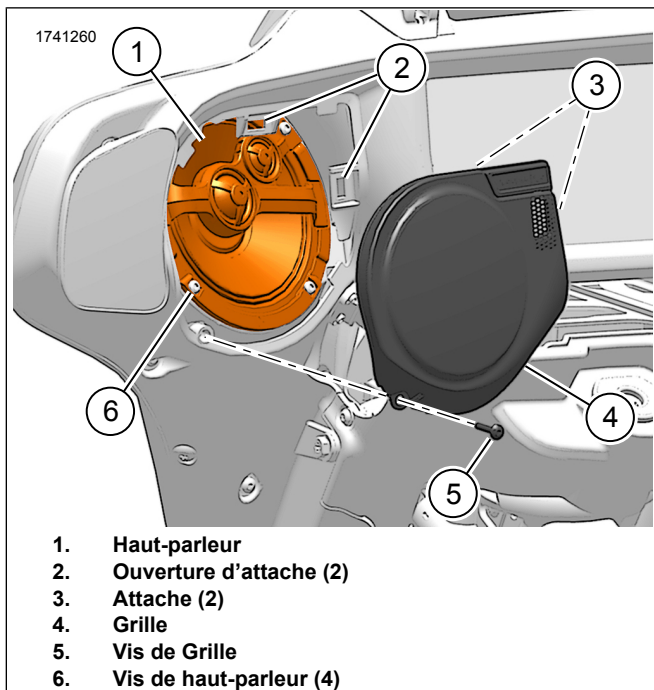
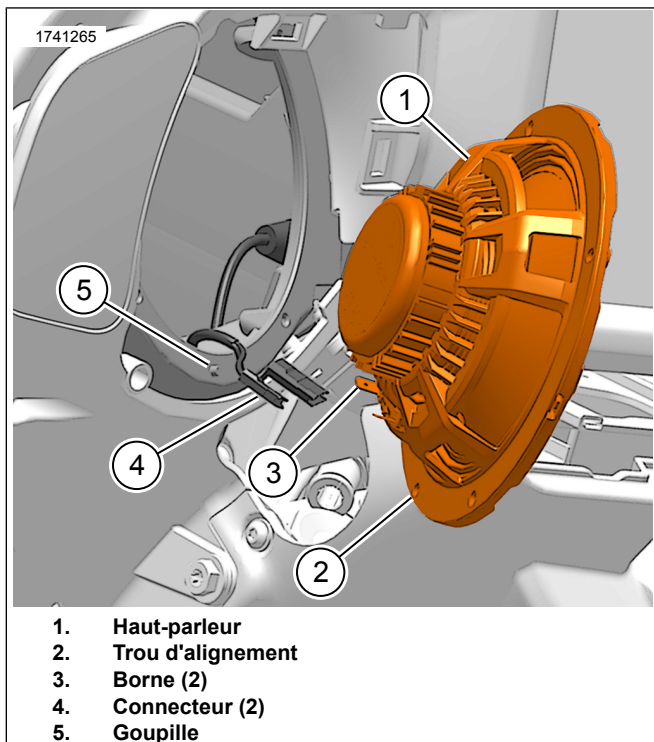

Figure 3. Haut-parleur et grille (étape 2 représentée, équipement d'origine similaire)
Figure 4. Connexion du haut-parleur de carénage
1. Voir la figure 3. Retirer la grille du haut-parleur Équipement d'origine (Équipement d'origine) .
- a. Retirer la vis (5) et la grille (4).
- b. À l'aide d'un outil qui ne raye pas, faire levier sur les attaches (3) pour les retirer des ouvertures des attaches (2).
2. Retirer les vis des haut-parleurs (6).
3. Voir la figure 4. Retirer Équipement d'origine le haut-parleur.
- a. Retirer le haut-parleur (1) du carénage suffisamment loin pour accéder aux connecteurs (4).
- b. Débrancher les connecteurs (4) des bornes de haut-parleurs (3).
2. Voir la figure 4. Installer le haut-parleur Stage I ou II.
- a. Brancher les connecteurs (4) aux bornes des haut-parleurs (3).
- b. Installer le haut-parleur (1) dans l'enceinte.
3. Voir la figure 3. Installer les vis de haut-parleur.
- a. Fixer alternativement les vis (6).
- b. Voir la figure 3. Installer la grille en alignant les attaches de la grille (3) dans les ouvertures des attaches (2).
- c. Poser la vis (5). Serrer.